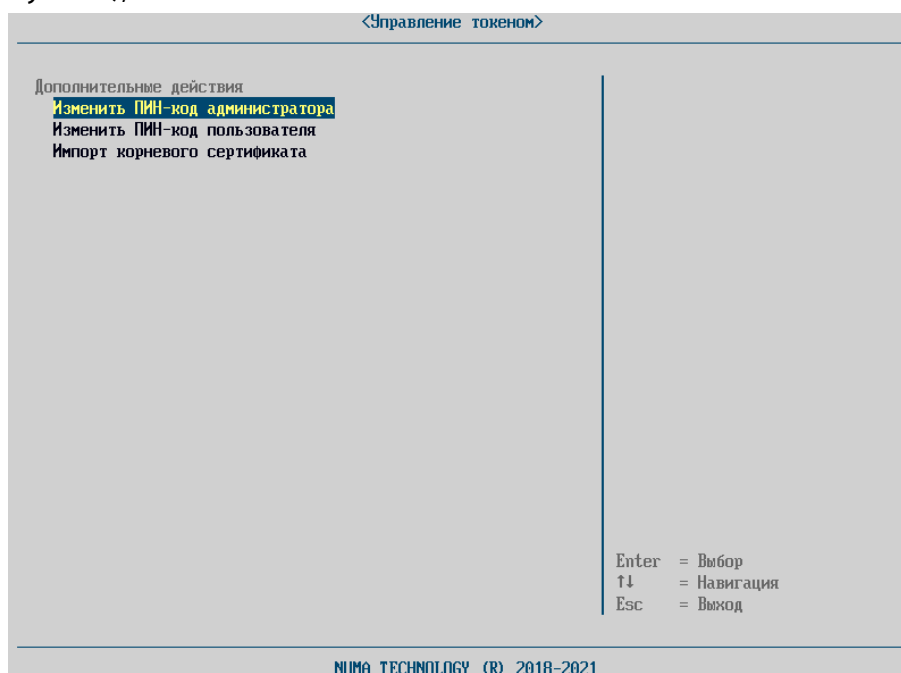

Рисунок 5 – Меню «Управление токеном»
- 2) перейти в пункт меню «Управление токеном» и импортировать корневой сертификат из токена (см. рисунок 5);